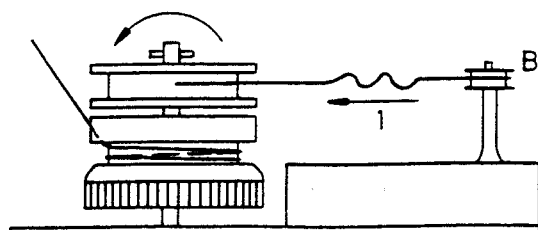

Abb. 6
- Das Seil über die Rolle B (Abb. 6) in Pfeilrichtung leicht strammziehen und überschüssiges Seil durch Umschlingen (links herum) auf die obere Rolle legen (s. Abb. 6).